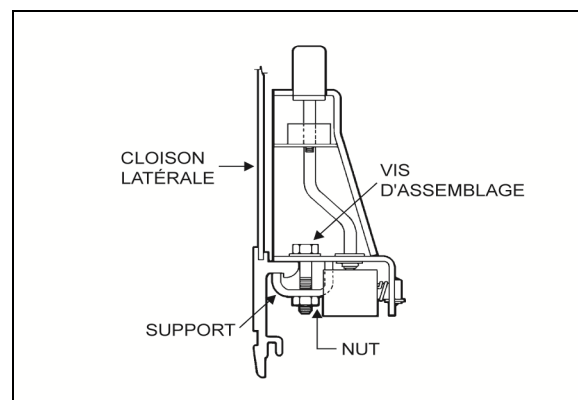
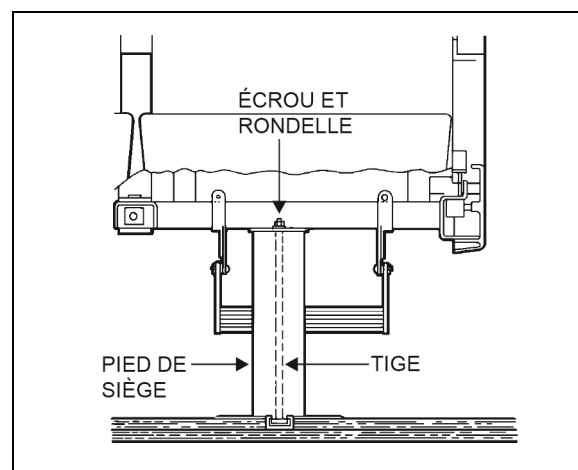

FIGURE 34: FIXATION AU MUR
FIGURE 35: SOCLE DE SIÈGE
4. Retirer les deux vis d'assemblage, les deux écrous et les deux rondelles qui fixent le châssis de siège au mur et retenir les deux supports. Voir les Figure 34 et Figure 35.